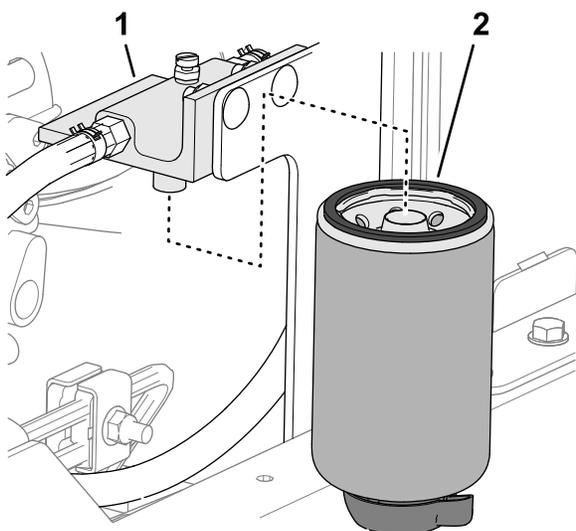

Figura 84
2. Limpe a cabeça do filtro e o recipiente do filtro (Figura 84).